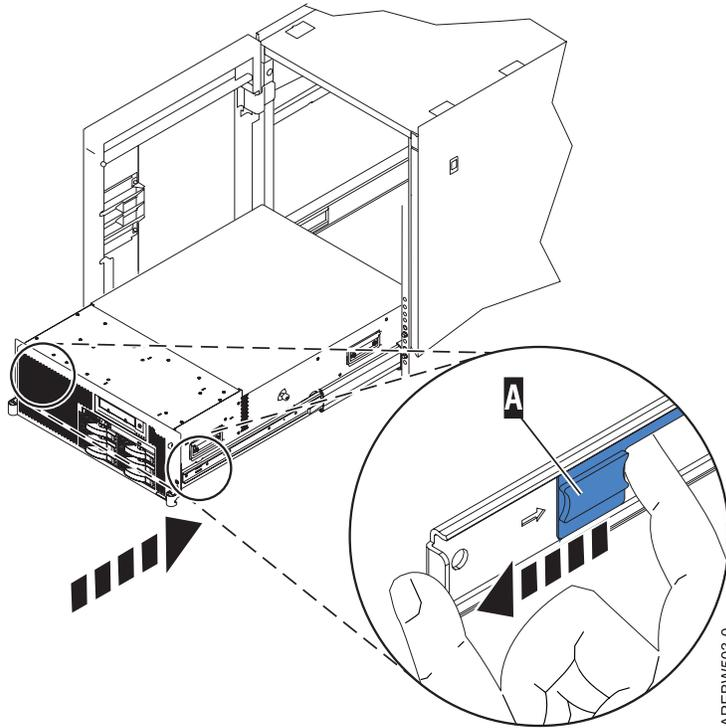

Figure 34. Guide intérieur étendu
10. Dès que le système est solidement en place, appuyez simultanément sur les taquets de sécurité et poussez l'unité centrale dans l'armoire, comme indiqué dans figure 34, à la page 46.